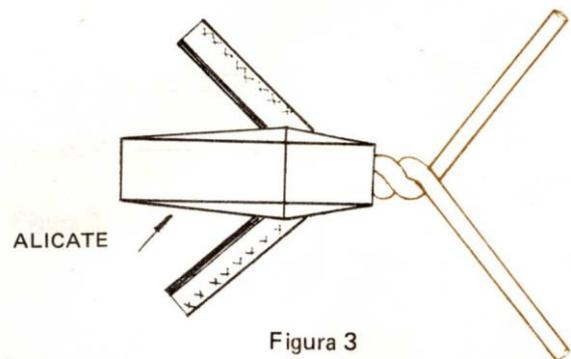

Figura 3
3. Paso: Arrolle los alambres uno sobre otro (figura 3).